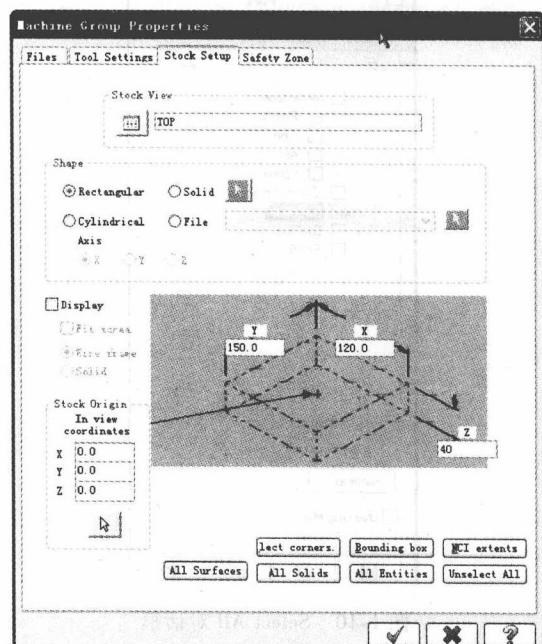

图 1-9 加工组属性对话框
1) 在操作管理器中的 **Properties Generic Mill** 属性下单击 **Stock setup** (毛坯设置) 图标，弹出 **Machine group properties** (加工组属性) 对话框，如图 1-9 所示。